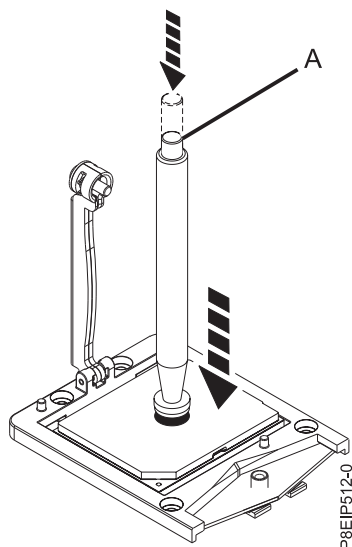

図 53. 取り外しツールをシステム・プロセッサ・モジュールの上に下ろす
3. 真空ペン・ツールを、取り付けるシステム・プロセッサ・モジュールの上に下ろします。ペン (A) の上部を完全に押し込み、ペンをシステム・プロセッサ・モジュールの中央に保持します (53 ページの図 53 を参照)。ペンの上部を放して、ペンをシステム・プロセッサ・モジュール上に固定します。